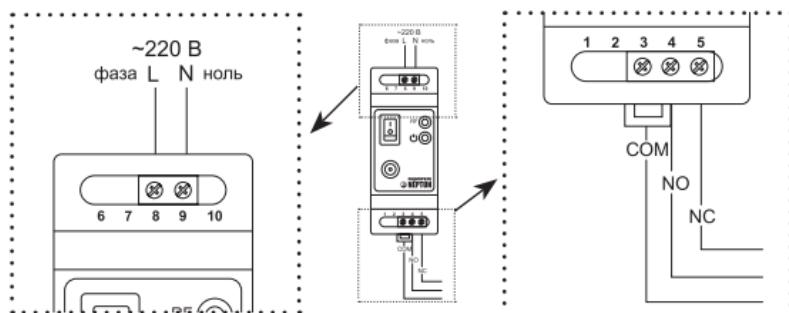

Рис. 2. Схема подключения Радиореле RR
- Напряжение питания на радиореле должно быть подано из силового шкафа и обязательно через УЗО (30 мА). К радиореле подвести фазу и ноль согласно схеме подключения (рис. 2).